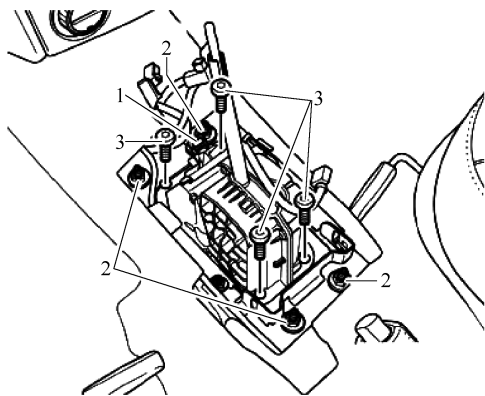

图 3-3-16 拆卸变速杆拉索
- 5) 旋出螺栓 3, 拧紧力矩为 $8\text{N} \cdot \text{m}$, 如图 3-3-16 所示。